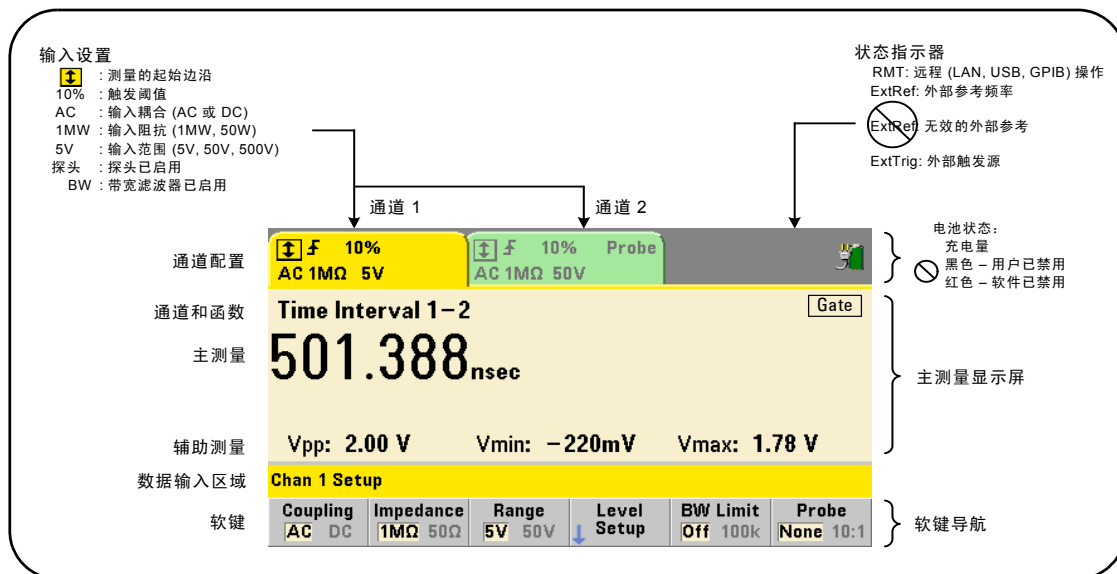

图 1-2. 53220A/53230A 显示屏。
53220A/53230A 的显示屏布局如图 1-2 所示。
**电池正在使用** 电池的存在和状态（启用或禁用）是由显示屏右上角的电池图标（图 1-2）指示的。无论仪器当前是在使用交流电源，还是在使用电池电源，均可远程使用以下命令查询仪器：